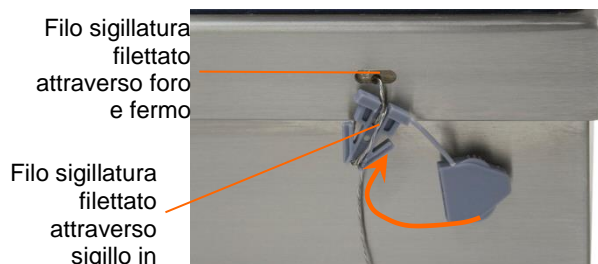

Figura 1-13: Sigillo filettato e pronto per essere chiuso
Per i dettagli relativi alla sigillatura del terminale T72XW, fare riferimento alla figura 1-13 e seguire queste fasi:
1. Accertarsi che sia stata selezionata la regione di approvazione appropriata nell'impostazione in **Bilancia > Tipo > Approvazione** e che l'interruttore di sicurezza metrologia SW1-1 sia in posizione ON (vedere la figura 1-13 e la Tabella 1-).
3. Infilare l'estremità del cavo elettrico attraverso il foro nel sigillo di plastica (come mostrato in figura 1-13), rimuovere il filo rimanente e far scattare il sigillo in posizione di chiusura.